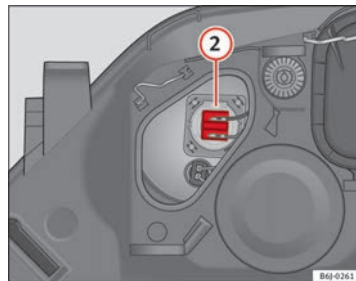

Abb. 154 Fernlicht
- Ziehen Sie den Stecker ⇒ Abb. 154 ② nach außen ab.